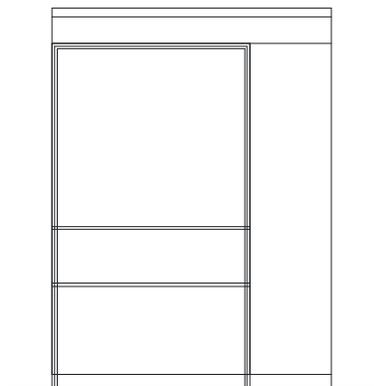
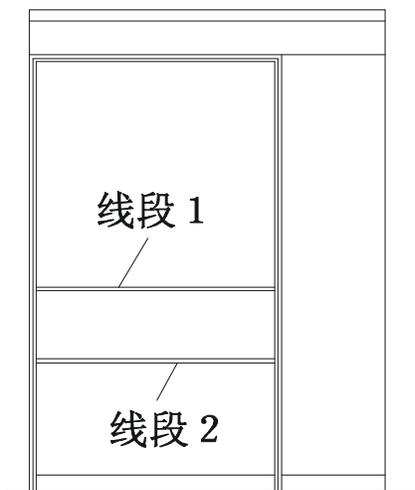
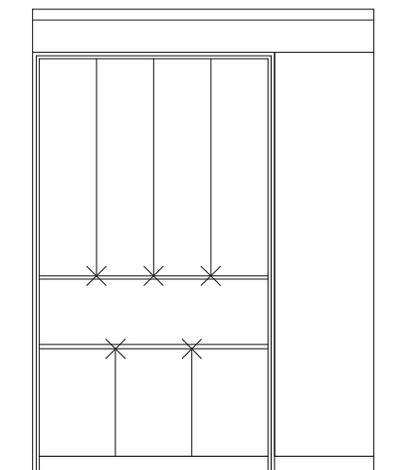

图 8-1-71
图 8-1-72
图 8-1-73
**STEP 05** 使用修剪命令 TRIM 将如图 8-1-71 所示的线段进行修剪, 如图 8-1-72 所示。
**STEP 06** 使用等分命令 DIVIDE 将如图 8-1-72 所示的线段 1 等分成四等分, 将线段 2 等分成三等分, 再使用绘制直线命令 LINE 以等分点为起点绘制直线, 如图 8-1-73 所示, 其操作步骤如下:
选择要定数等分的对象: // 单击如图 8-1-72 所示的线段 1
选择要定数等分的对象: // 单击如图 8-1-72 所示的线段 2
指定第一点: // 按 F3 键打开捕捉功能, 单击如图 8-1-73 所示中任意等分点